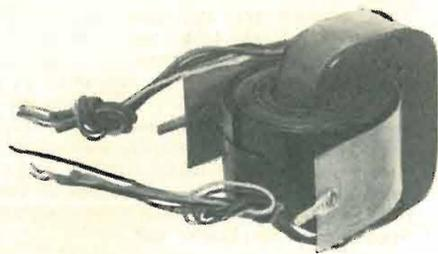

Fig. 6. - Piccolo autotrasformatore a un nucleo.
1) **Piccoli trasformatori ad 1 nucleo:** la fig. 6 illustra un piccolo autotrasformatore di questo tipo per alimentazione di radiorecettori con valvole rimlock. Esso rappresenta la più semplice espressione di trasformatore a nucleo avvolto.